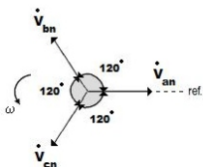

Figura 13 - sentido de rotação ACB
2. Se a leitura 2 for maior que a leitura 1, o sentido de rotação das fases será de acordo com a figura 13: